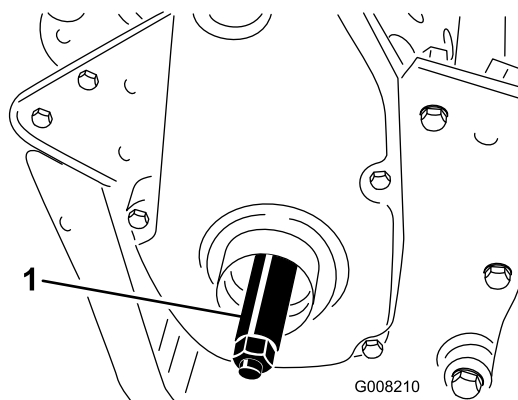

図 7
3. 右側ホイール・シャフトを機体の右側にある駆動プーリのネジ穴にねじ込む(図 7)。